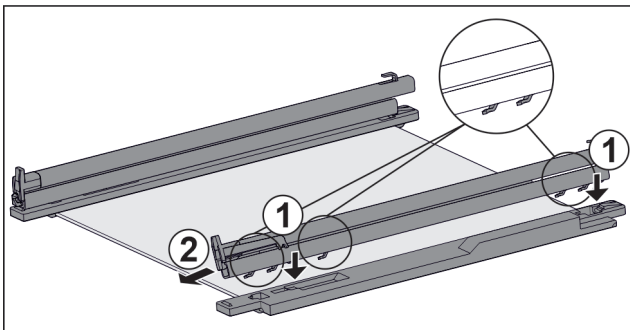

Fig. 128 Glasplatte mit Schienen und Halteteilen
- ▶ Haken der Schiene auf die Öffnungen des **linken** Halteteils setzen. Fig. 128 (1)
- ▶ Schiene nach vorne ziehen. Fig. 128 (2)
- ▶ Haken der Schiene auf die Öffnungen des **rechten** Halteteils setzen. Fig. 128 (1)